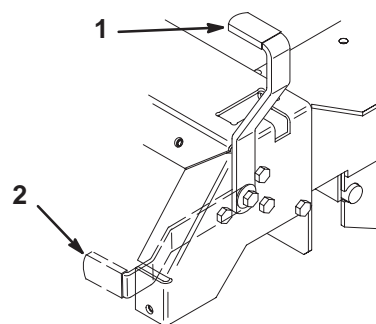

Figure 5
2. Tirez le frein de stationnement en arrière et vers le haut pour le serrer (Fig. 5). Une fois en position Serrée, le frein de stationnement ne doit plus bouger.
Poussez le levier du frein de stationnement vers l'avant et vers le bas afin de le desserrer (Fig. 5).